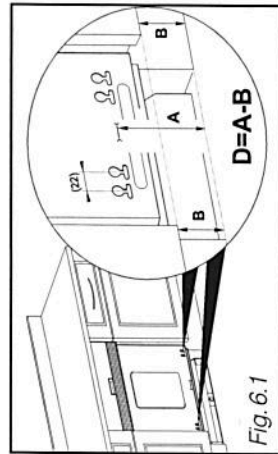

Fig. 6.1
- Medir a distância entre o solo e a parte inferior do painel da porta do móvel adjacente (cota B, Fig. 6.1)
- Retomar a cota **B** da Fig. 6.1, medir a folga **J** entre o solo e a parte inferior da máquina de lavar louça. Calcular **B - J**